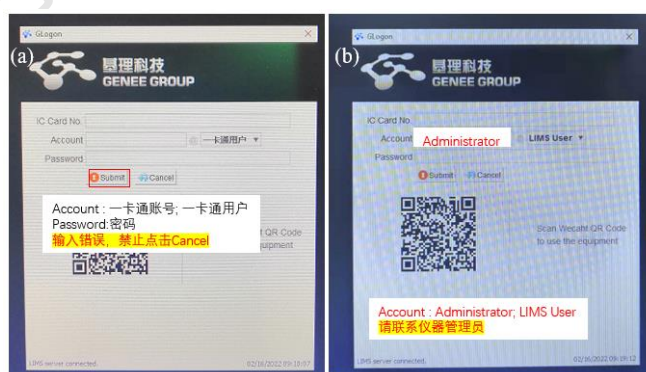

图 6-3
(1) 如图 6-3(a), 如界面显示“一卡通用户”, 请在 Account 输入预约者的一卡通账户, Password 栏输入相应账户密码, 点击 Submit;
(2) 如图 6-3(b), 如界面显示“LIMS User”, Account 显示 Administrator, 请与相关老师联系。